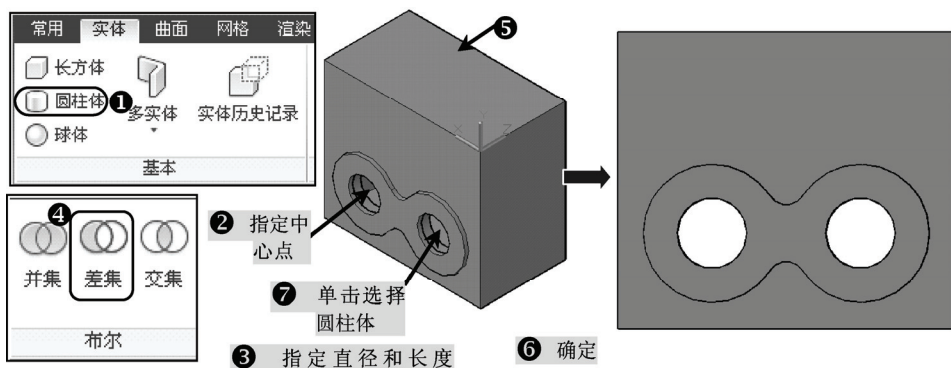

图 14-24 箱体差集 1
9) 单击“实体”选项卡, 在“基本”面板中单击“圆柱体”工具按钮, 提示指定中心点, 单击选择刚才绘制的凸台上的圆心, 以此为中心点, 输入直径“36”, 向右上方拉伸“100”; 重复“圆柱体”命令, 在另一个圆心绘制一个同样的圆柱体; 执行“差集”命令, 选择箱体, 确定, 再选择刚才绘制的两个圆柱体, 确定, 如图 14-24 所示。